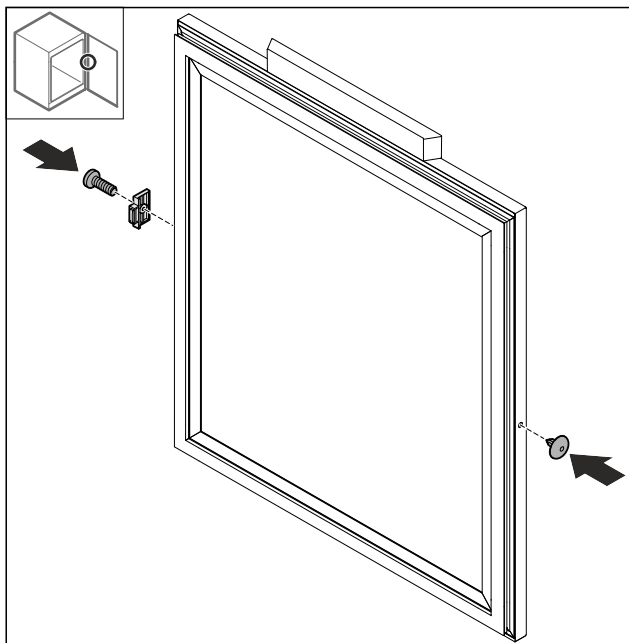

Fig. 76
- Поверніть дверний обмежувач Fig. 76 (1) на 180° і вставте його з протилежного боку.
- Установіть кожух Fig. 76 (2) із протилежного боку.